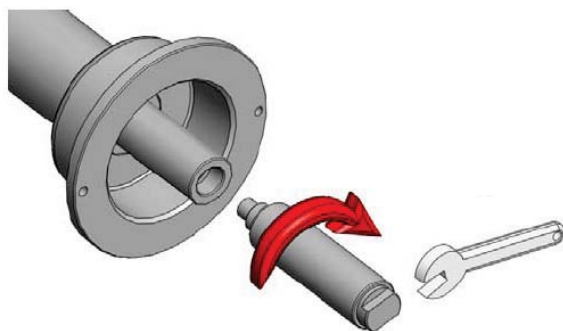

Рис. 8-2
- Перед вводом станка в эксплуатацию необходимо установить хвостовик вала на балансировочный вал станка, см. рис. 8-2. Перед установкой используйте хлопчатобумажную салфетку для очистки центрального отверстия вала и соединительной части. Используйте торцовый ключ для фиксации резьбового хвостовика на балансировочном валу.